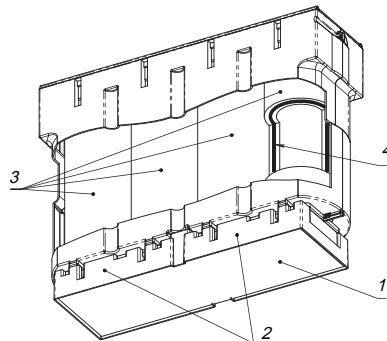

Рисунок 2. Устройство фильтрующего модуля
Фильтрующий модуль (рисунок 2) включает в себя:
- фильтр предварительной очистки (префильтр) (рисунок 2, поз. 1);
- электростатический блок (рисунок 2, поз. 2);
- объемный HEPA-фильтр (рисунок 2, поз. 3);
- адсорбционно-катализитический фильтр (рисунок 2, поз. 4).
Фильтр предварительной очистки (префильтр) (рисунок 2, поз. 1) очистителя-обеззараживателя воздуха Tion Clever задерживает крупную пыль и препятствует попаданию внутрь прибора грязи, пуха и шерсти.
Проходя через электростатический блок (рисунок 2, поз. 2), механические загрязнители и биоаэрозоли приобретают электростатический заряд, за счет чего эффективно осаждаются на объемном HEPA фильтре (рисунок 2, поз. 3). Одновременно озон, продуцируемый из кислорода электростатическим блоком в бактерицидных концентрациях, обеспечивает инактивацию (уничтожение) вирусов, бактерий, а также спор плесневых грибов. Благодаря инактивации объемный HEPA фильтр постоянно стерилен при эксплуатации, в том числе и при замене фильтра. Не требуется специальных методов утилизации использованных фильтров. Таким образом, обеспечивается полная микробиологическая безопасность системы фильтрации.
В адсорбционно-катализитическом фильтре (рисунок 2, поз. 4) озон полностью разлагается до кислорода и одновременно ускоряет реакции разрушения молекулярных химических соединений. Адсорбционно-катализитический фильтр (рисунок 2, поз. 4) предназначен для фильтрации вредных веществ в газовой фазе и запахов.